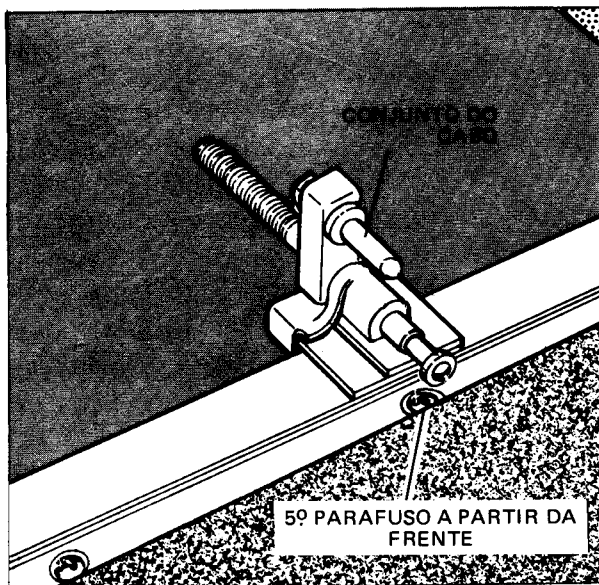

Fig. 12
- 1 – Posicionar o cabo esquerdo no trilho lateral e movimentar o conjunto do mesmo até ficar centralizado com o quinto parafuso partindo da frente (Fig. 12).
8 – Acionar o interruptor para testar a operação dos cabos, em seguida retornar o conjunto do cabo até o quinto parafuso da frente para trás nos trilhos laterais (Fig. 12).